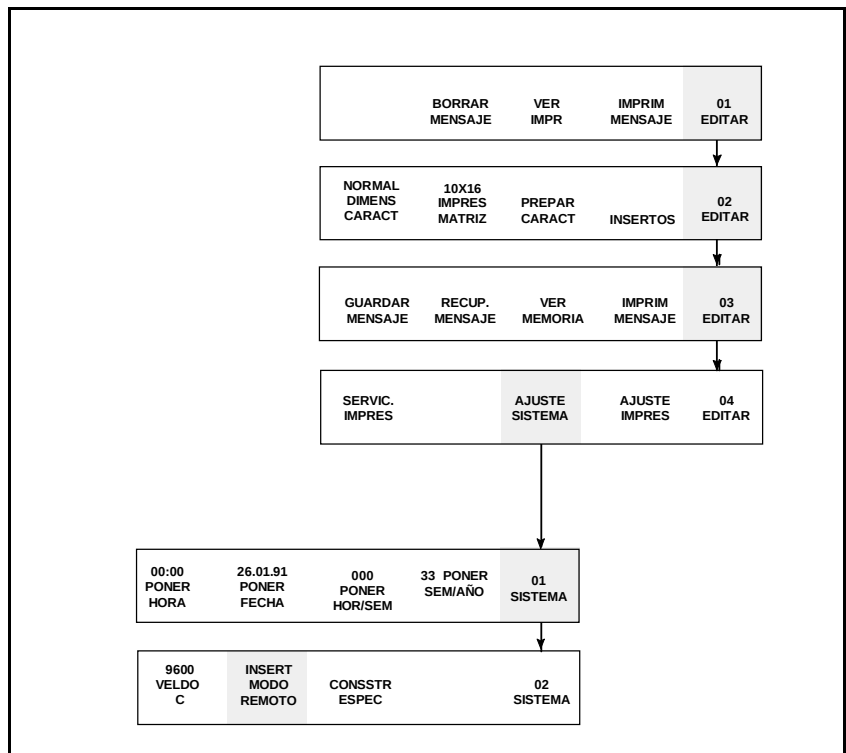

Figura 11-3. Acceso al Marco <02 SISTEMA>
1. Comience en el Marco <02 SISTEMA>. Vea la Figura 11-3.